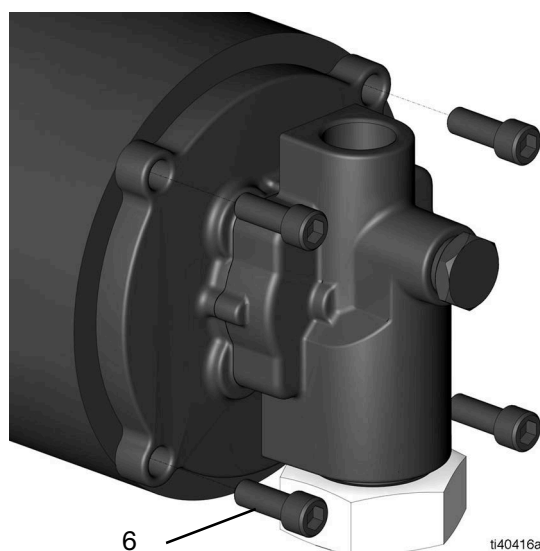

FIG. 3
5. Retire los cuatro tornillos Allen (6) con una llave hexagonal de 8 mm (5/16 pulg.) (Fig. 3).
3. Coloque y apriete los cuatro tornillos Allen (6) con una llave hexagonal de 8 mm (5/16 pulg.) (Par de apriete de 20 ft-lbs, 27.1 N•m) (consulte la FIG. 3).